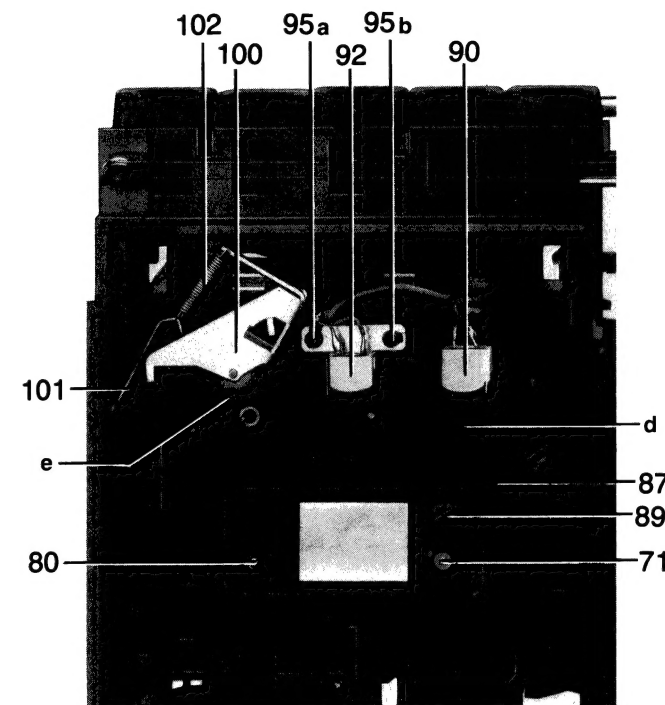

Bild 4
3. Kopf wechseln (Bild 4)
- Grundbremsung auf Kraftskala des rechten Bandwickeltellers ablesen. (6-10) 10^{-4} Nm \approx (6-10) pcm. Wird dieser Wert nicht erreicht, ist die Grundbremsfeder **89** (Bild 4) zu wechseln. Dazu den Kopfschlitten **87** ausbauen.
10. Andruckrollenhebel (Bild 4)